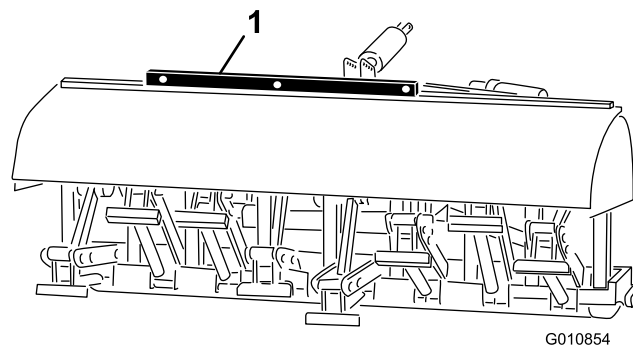

Figura 23
2. Coloque un nivel encima del bastidor del aireador para comprobar la nivelación lateral (Figura 23).